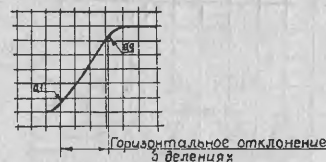

Рис. 5.
- ручкой «←» совместите точку уровня 0,1 с одной из вертикальных линий шкалы экрана ЭЛТ в левой части экрана (рис. 5);
Пример. Предположим, что расстояние по горизонтали между точками сигнала на уровнях 0,1 и 0,9 равно 3,5 деления (рис. 5), переключатель «ВРЕМЯ/ДЕЛ.» установлен в положение «1 мкс», использована растяжка.